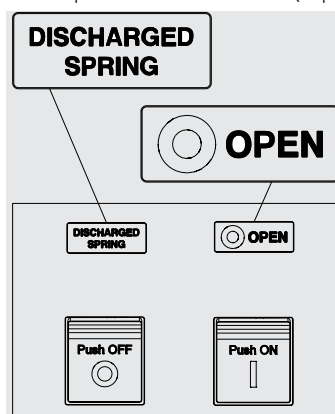

Figure 49
1. Disjoncteur ouvert avec ressorts débandés (voir Figure 49).